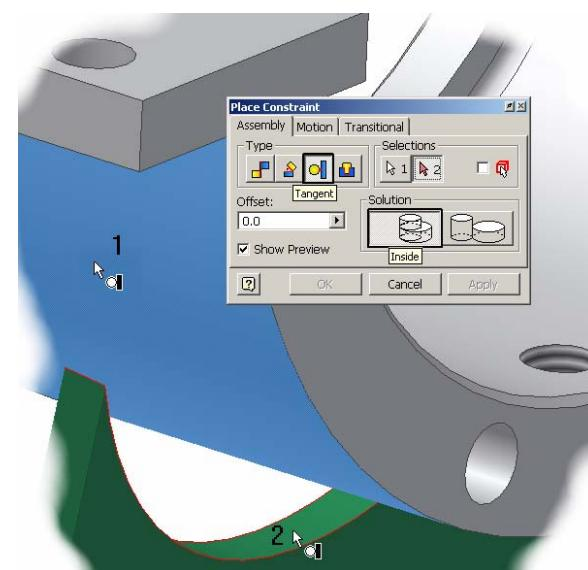
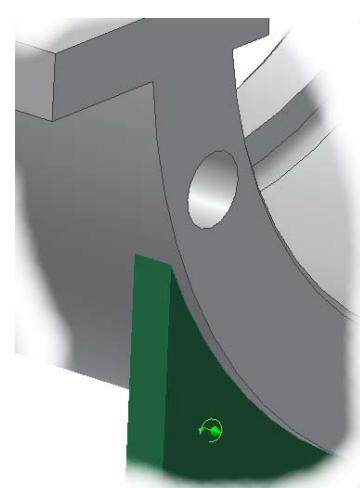

Figura 3.2.7.
Figura 3.2.8.
- aliniere **Type - Tangent, Solution - Inside, Offset = 0** față curbată inferioară **semicadru** cu față curbată superioară **placă suport** – lansare comandă **Constraint**, click punctul 1, click punctul 2, butonul **Apply**, figura 3.2.7, cu rezultatul din figura 3.2.8.
Astfel, pentru placa suport, după aplicarea primei constrângeri au mai rămas două grade de libertate, figura 3.2.8: translație orizontală față-spate, rotație pe orizontală. Semicadrul, fiind prima componentă plasată în ansamblu, este automat fixată (**Grounded**), fiind eliminate toate gradele de libertate ale acesteia, ceea ce este evidențiat în panelul Browser Bar prin asocierea simbolului la numele intrării.